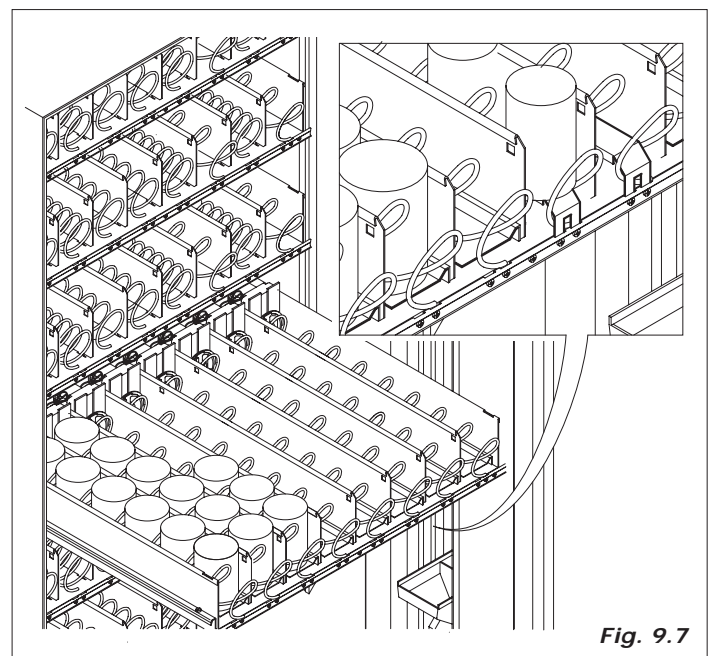

Fig. 9.7
- o de los soportes (véase fig. 9.7) para facilitar el desplazamiento de los productos.